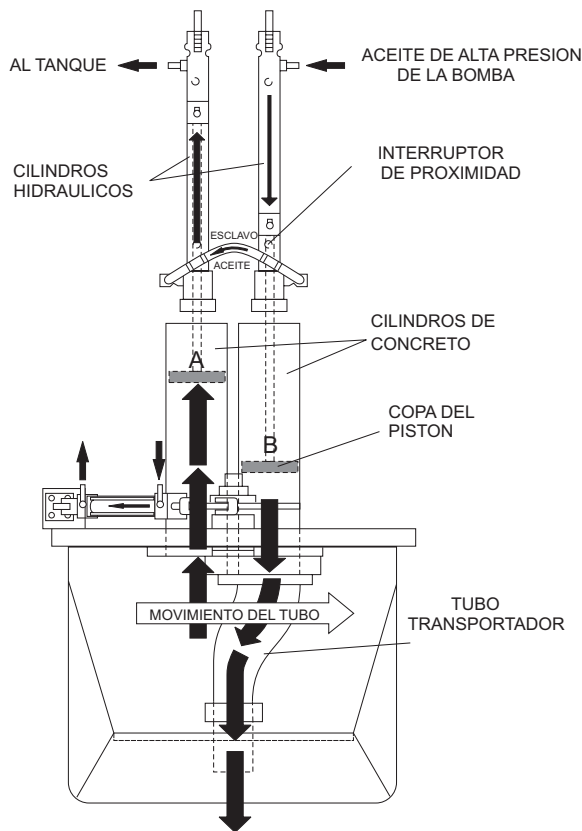

Figura 4. Ciclo de bombeo 1
En el primer ciclo, la presión hidráulica es aplicada al cilindro (B), causando que el pistón hidráulico, el cual esta conectado al pistón de concreto y a la copa del pistón, descargue el concreto en línea de entrega (Figura 4).